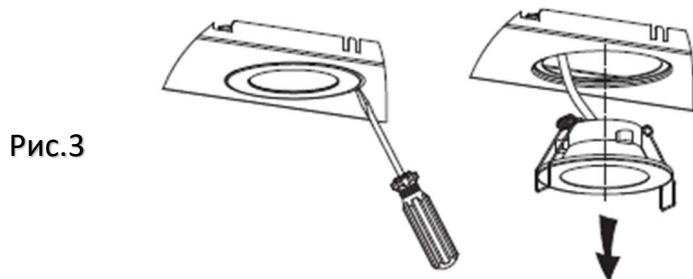

Рис.3
3. Для оптимальной работы устройства не рекомендуется удлинять вытяжную трубу; ее изгиб должен быть отрегулирован, а соединение – герметичным (Рис. 3).
5. Нажмите на пружину, после чего можно снять блок лампы (рис.3).